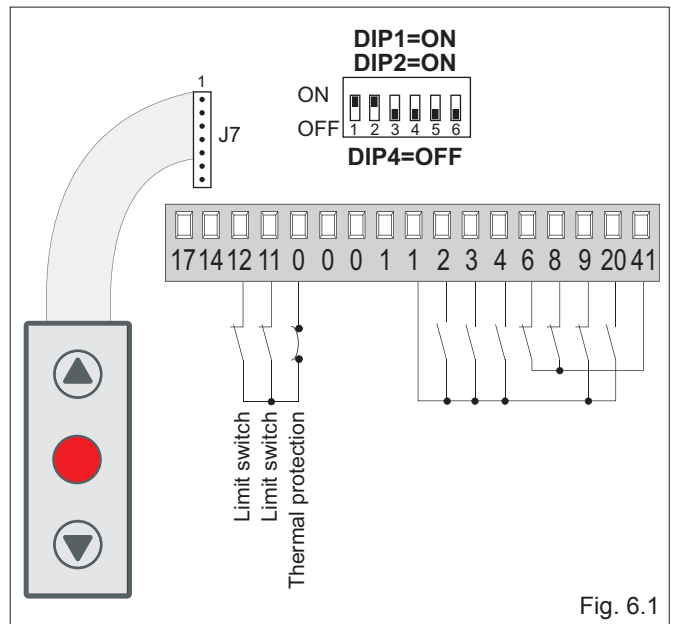

Fig. 6.1
Pulsantiera a membrana (PT3). Attiva la manovra di chiusura. N.B.: collegare il connettore della pulsantiera a J7 come indicato nell'esempio di fig. 6.1. Per attivare la manovra di apertura collegare il connettore della pulsantiera a J7 ruotato di 180°.
(Fig. 6.1) Quando il quadro elettronico viene usato in applicazioni per automazioni sezionali:
N.B.: è possibile collegare al connettore J7 la pulsantiera PT3 (fig. 6.1) oppure la pulsantiera PT4 (fig. 6.2).